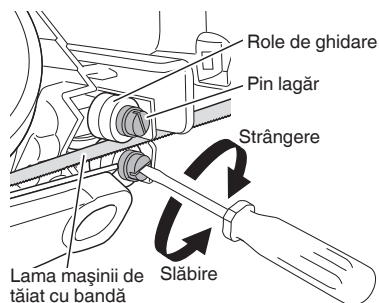

Fig. 16
4. Inspecția suporturilor rolor de ghidare a lamei mașinii de tăiat cu bandă și reglarea distanțelor (Fig. 16)